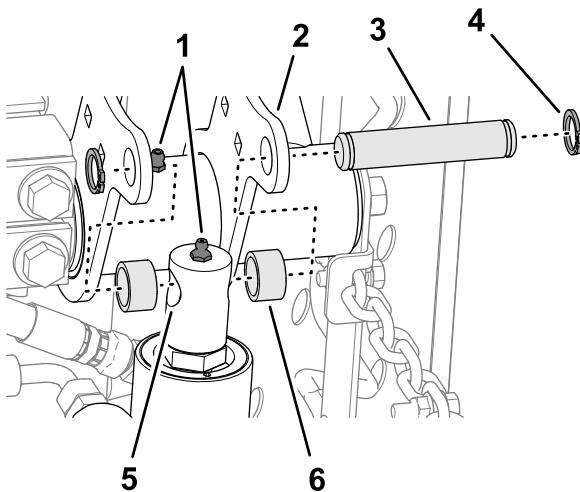

Figure 13
- Déplacez lentement la tige du vérin de levage jusqu'à ce qu'elle soit alignée sur les trous des brides du bras de levage droit (Figure 13).
5. Fixez la tige sur les brides à l'aide de la goupille de montage, de 2 entretoises et de 2 circlips (Figure 13).
6. Appliquez de la graisse au lithium n° 2 sur le bras de levage et le vérin hydraulique (Figure 13).
- Alignez les trous dans les plaques du bâti porteur arrière sur les trous des plaques de montage de l'unité de coupe (Figure 13).